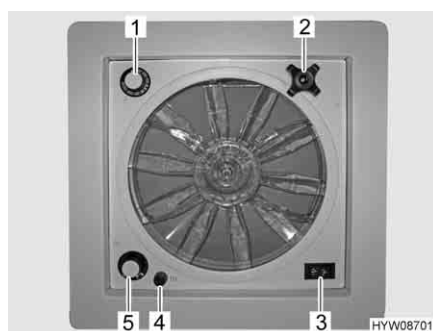

Fig. 36 Oblò con ventilatore
- ▷ Un fusibile da 4 A (Fig. 36,4) protegge da sovraccarico il motore del ventilatore. Se si verifica un sovraccarico: Individuare per prima cosa la causa (ad es. il ventilatore è sporco), poi sostituire il fusibile.
- Apertura oblò:* ■ Ruotare la maniglia girevole (Fig. 36,2), finché non si raggiunge l'angolo di apertura desiderato.
- Aerazione/sfiato:* ■ Portare l'interruttore a levetta (Fig. 36,3) su "Aerazione" (flusso d'aria dall'esterno verso l'interno) o "Sfiato" (flusso d'aria dall'interno verso l'esterno).
- Spegnimento del ventilatore:* ■ Portare l'interruttore a levetta (Fig. 36,3) sulla posizione centrale.
- Impostazione della velocità del ventilatore:* ■ Posizionare l'interruttore girevole (Fig. 36,5) sul grado desiderato:
- Impostazione della temperatura:* ■ Ruotare il termostato (Fig. 36,1) fino alla battuta in direzione "blu".